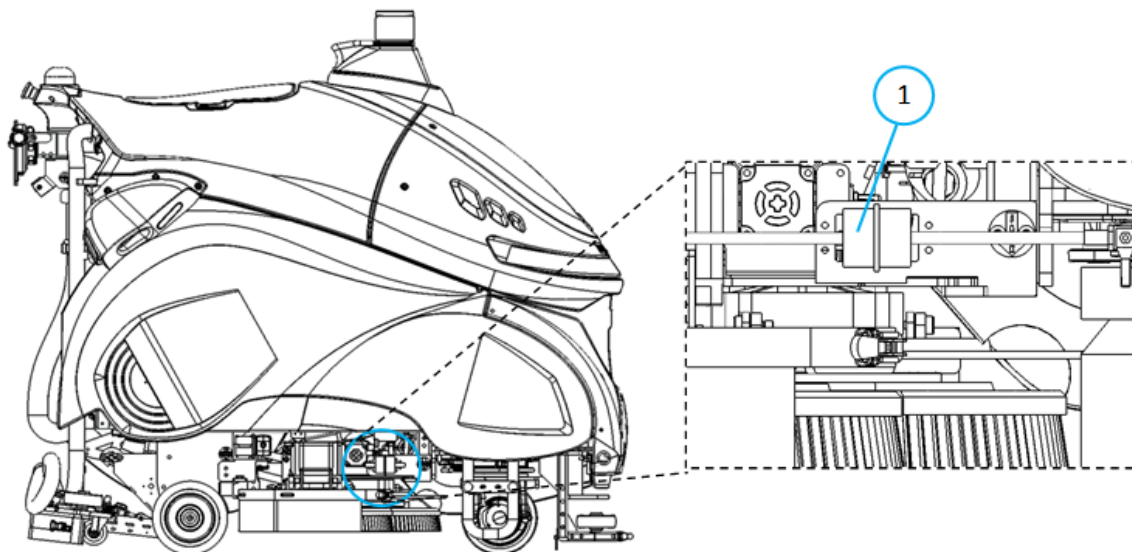

Fig. 2
2. Verwijder het zijafschermingpaneel (Fig.2).